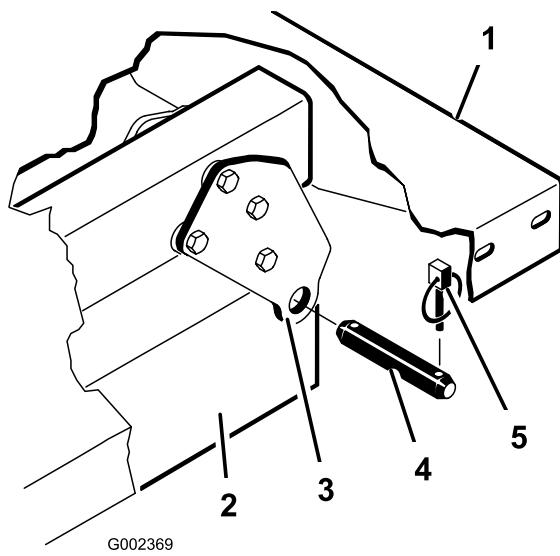

Bild 4
6. Nehmen Sie die Klappstecker und die Lastösenbolzen ab, mit denen die Schwenkhalterungen der Ladepritsche an den Rahmenkanälen der Maschine befestigt sind (**Bild 4**).